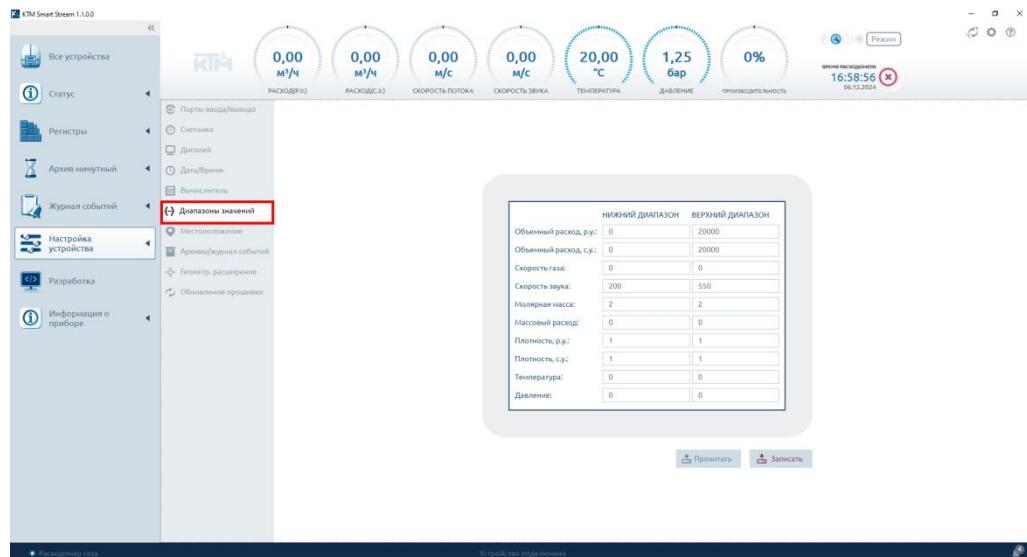

Рисунок 43 – Вкладка «Диапазоны значений»
- Перейдите во вкладку «Диапазоны значений» (рисунок 43).